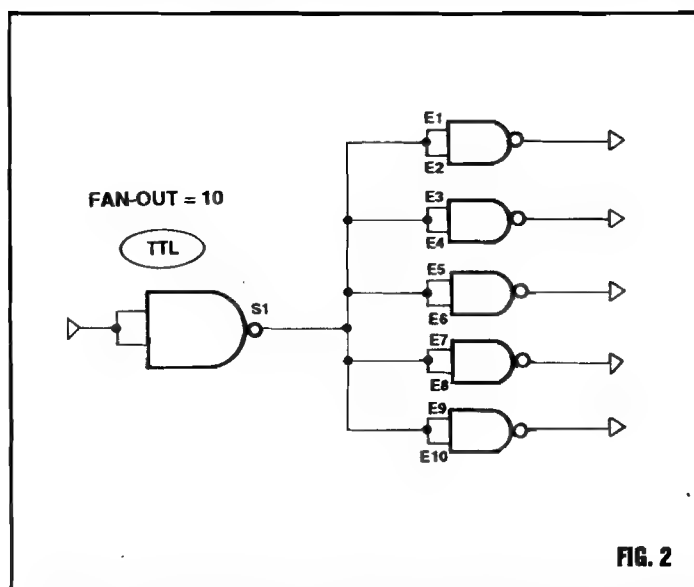

FIG. 2
- FIG. 2 - O FAN OUT DOS GATES TTL - O diagrama exemplifica, de modo bastante genérico, esse "negócio" de **fan out**, ou seja: a capacidade direta de excitação de várias Entradas, por uma única Saída (configurando, a propósito, o limite máximo, para os TTL, que é justamente de 10 Entradas para 1 Saída).